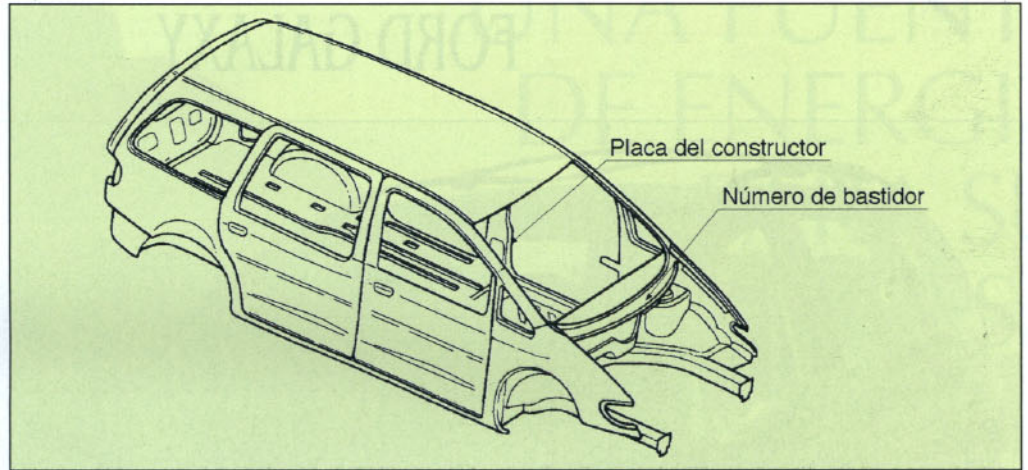

Figura 1. Situación de la identificación del vehículo.
• El número de bastidor se encuentra troquelado en la parte central superior de la chapa salpicadero, entre el motor y el compartimento de los pasajeros (figura 1).
• La placa del constructor se encuentra situada en el pilar central izquierdo (figura 1).